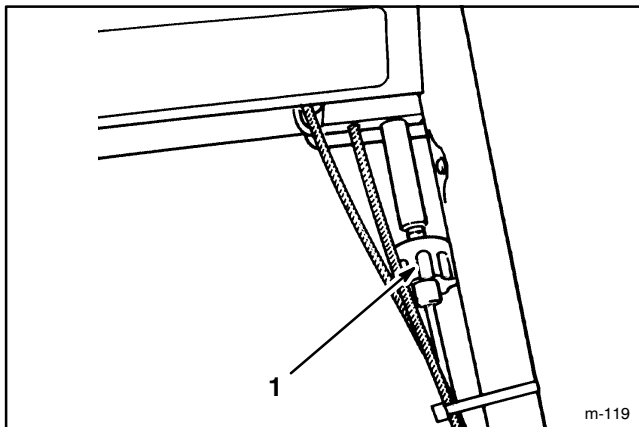

Abbildung 25
3. Zur Einstellung des Radantriebskabels den Knopf vorne links unter dem Bedienungspult drehen (Abb. 25). Den Knopf in positiver Richtung (+) drehen, um den Abstand zwischen Fahrantriebshebel und Griffstange zu vergrößern. Den Knopf in negativer Richtung (−) drehen, um den Abstand zwischen Fahrantriebshebel und Griffstange zu verringern.